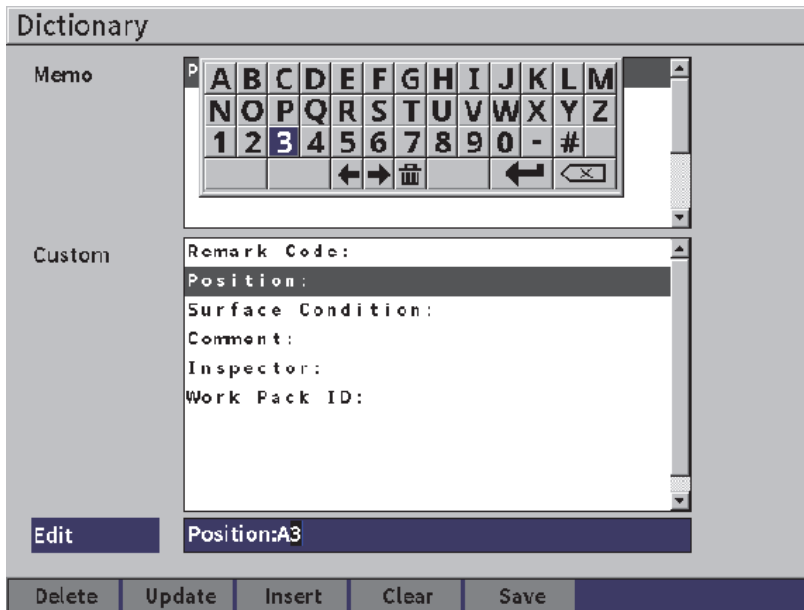

Abbildung 9-21 Konfigurationsfenster Verzeichnis
7. Geben Sie den Namen (bis zu 32 Zeichen) mittels der virtuellen Tastatur und des Drehknopfs ein und drücken Sie Enter (siehe Abbildung 9-21 auf Seite 148).